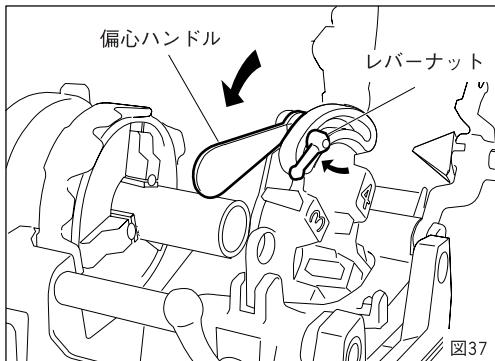
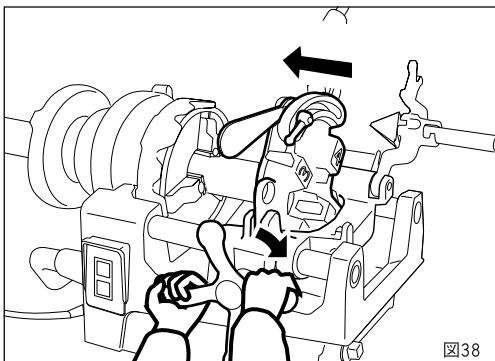

図37
図38
①ねじ切りのサイズ寸法を合わせるには偏心台の目盛りを、ダイヘッドのサイズ目盛りのねじ切り寸法に合わせて、レバーナットを締めて固定してください。(図37)
②スイッチを入れるとオイルはダイヘッドから自動的に注油されます。
③送りハンドルを右回り方向に動かしパイプにチーザを押し付け食い付けてください。ねじ山が3~4山切れればあとは自動的にねじが切れます。このマシンに使用されているシリーズモータは、回転数が周波数に左右されず、負荷によって自動的に変化します。(図38)